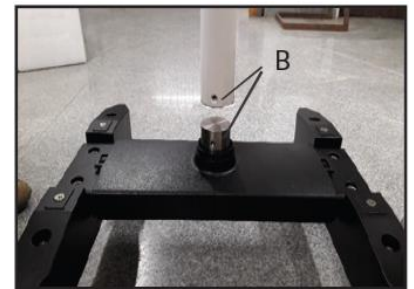
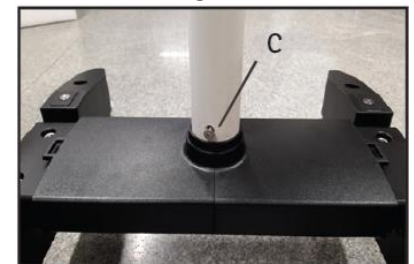

Fig. 35
Fig. 36
1. Ouvrez la boîte du microscope. Retirez la colonne de la boîte. Engagez cette colonne sur l'arbre. Voir B sur la Fig. 35.
1a. Alignez les trous de la colonne avec les trous filetés de l'arbre. Reportez-vous à la Fig. 35 B et serrez trois vis Allen sur les côtés, comme indiqué en C sur la Fig. 36.